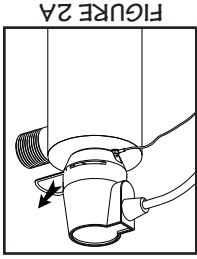

FIGURE 2A
2. Interrompre l'alimentation électrique et laisser le processus de mise hors-tension s'exécuter pendant 30 secondes. Enlever le connecteur en retirant la bague métallique de retenue (Figure 2A) de la chambre du réacteur. Enlever le connecteur et retirer la lampe devient visible, séparer la lampe du connecteur (Figure 2B). Il suffit de séparer les deux composants – ne pas effectuer un mouvement de torsion entre la lampe et le connecteur. Éviter de toucher la surface de verre de la lampe. Il est acceptable de manipuler la lampe par les extrémités de céramique; cependant, s'il est nécessaire de toucher le tube de verre, porter des gants ou utiliser un linge doux. Retirer complètement la lampe de la chambre du réacteur; en veillant à ne pas incliner la lampe par rapport au réacteur, si la lampe est inclinée, une pression est exercée à l'intérieur du manchon de quartz, et ceci provoquera le bris du manchon.